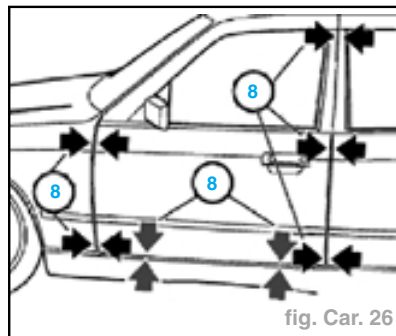

fig. Car. 26
**Remarque :** l'étrier de fermeture doit se trouver après desserrage à env. 90° du bord intérieur de l'encadrement de porte (3) et se laisser déplacer facilement.
- Ajuster la porte de façon à obtenir un jeu d'ouverture (A) constant sur toute la longueur de la porte (fig. Car. 26).
- Ajuster la porte de façon à obtenir des jeux d'ouverture et des décalages de plans (B) égaux et réguliers (fig. Car. 26).